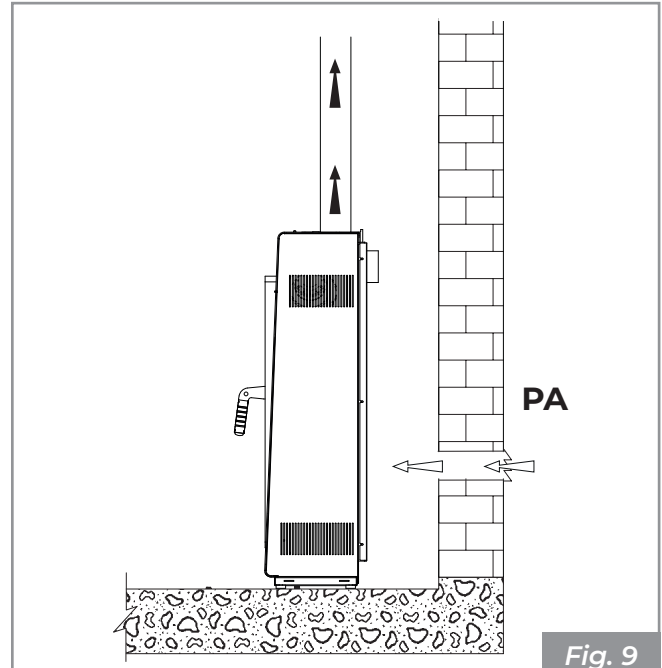

Fig. 9
- desde el ambiente de instalación o de los locales contiguos apropiados (**Fig. 9**)
Realizar la toma de aire en la pared (Fig. 9 - PA = Toma de Aire), y dejar el aparato libre para extraer aire en el ambiente.